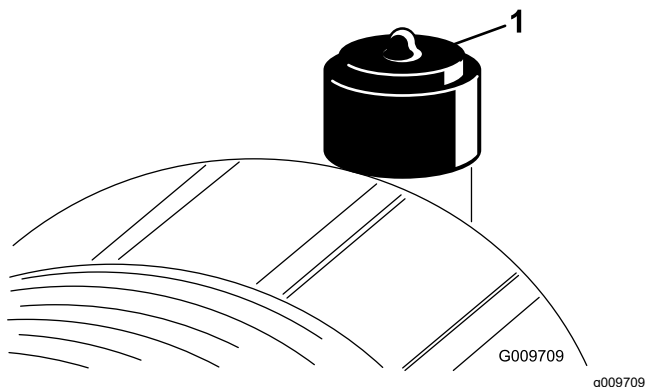

Figura 88
Effettuate la manutenzione del filtro dell'aria quando l'indicatore (Figura 88) lo richiede. Sostituendo il filtro dell'aria prima del necessario si aumenta il rischio che la morchia penetri nel motore quando si toglie il filtro.
2. Se la spia (Figura 88) è rossa, resettatela.